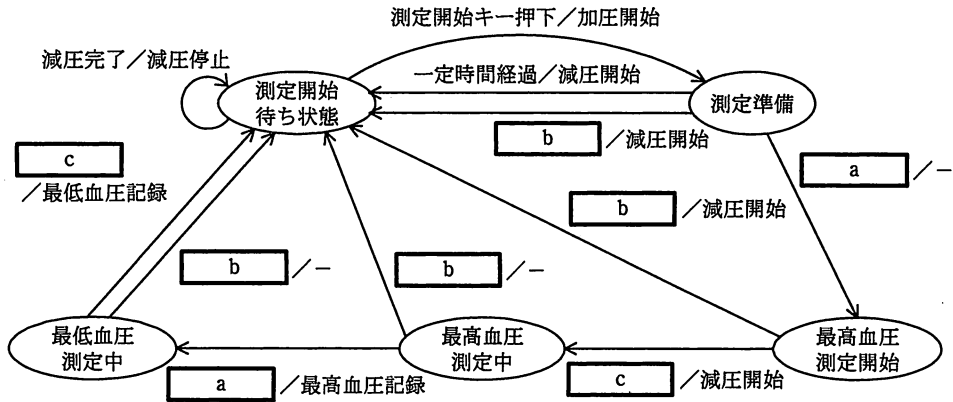

図4 血圧測定制御タスクの状態遷移図
血圧測定制御タスクの状態遷移図を図4に示す。図4の状態遷移図において，“/”の左側は状態遷移条件，右側は状態遷移時に実行する処理又は指示を示す。ここで，“-”は該当する処理又は指示が存在しないことを示す。
(3) 図 4 中の  ～  に入れる適切な状態遷移条件を答えよ。